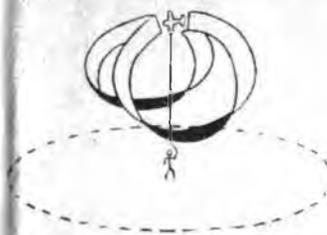

Fig. 4.
**Ocho sobre el centro** (fig. 4). — Este es uno de los ochos más difíciles, por encontrarse el modelo un período relativamente largo sobre la cabeza del piloto, tendiendo a caerse sobre el mismo. Para hacer este ocho, hay que practicar mucho la “pasada a 90°” consecutiva, o sea que cuando el modelo pica vertical para luego recobrarlo, hay que hacerlo subir nuevamente y pasarlo a 90°, y así sucesivamente. Una vez que esto salga bien, para hacer el ocho se maniobrá del siguiente modo: cabree el modelo suavemente, cosa de describir un medio looping; al terminar éste, debe estar arriba de la cabeza del piloto, y cuando está cayendo del otro lado, más o menos a unos 4 metros del suelo, pique completamente la manija y hará un looping invertido. Cuando el modelo se encuentre apuntando con la “nariz” hacia arriba, ponga neutrales los timones y déjelo pasar (siempre por arriba de su cabeza) al lado opuesto y cierre la mitad del looping que hizo anteriormente, cabreándolo suavemente. Aunque esta maniobra no salga bien en un principio, con un poco de práctica saldrá clara. Si en cualquier momento se llegan a aflojar los cables, saque inmediatamente el modelo de la maniobra y pruebe otra vez desde el principio.